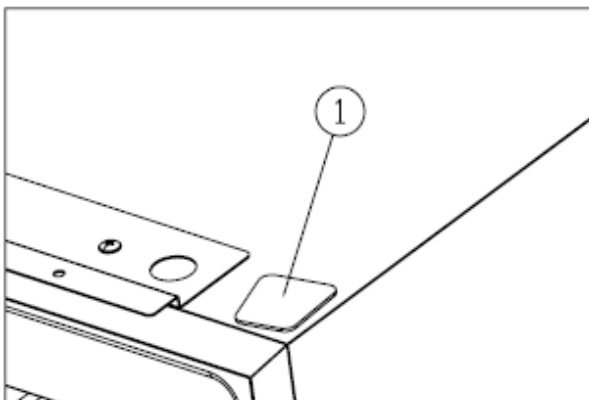

Abb. 4
- ✦ Die provisorische Abdeckung auf der entgegengesetzten Seite montieren①. [Abb. 4]